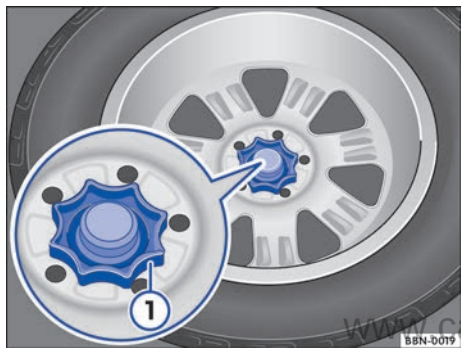

图 167 行李箱内：备用车轮（类型 A）固定手轮
- 逆时针拧下备用车轮中间的固定手轮 ⇒ 图 167 ①，拆下备用车轮。